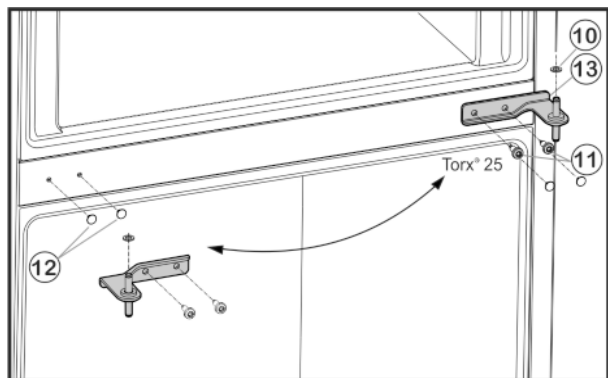

Fig. 5
- ▶ Tõmmake katted Fig. 5 (12) ettevaatlikult maha ja pange vastasküljel uuesti peale.